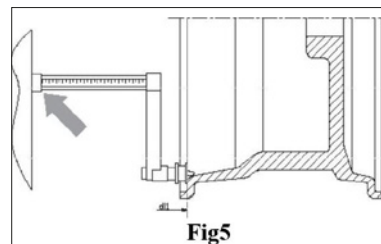

Fig5
2. Hvis den valgte programtype er ALS1, træk afstandssensoren ud og placer den på hjulet som vist i Fig5. ellers fortsæt til trin 4.